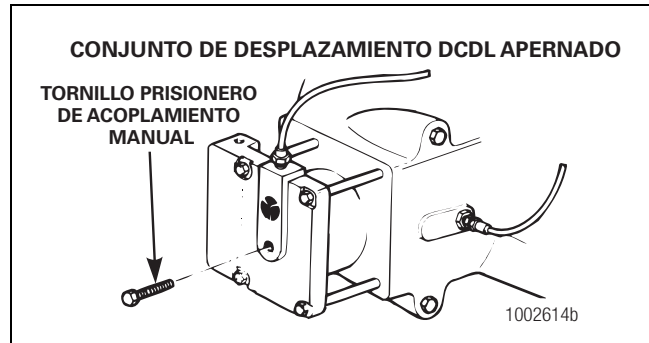

Figura 11.7
- C. Instale el tornillo prisionero de acoplamiento manual en el orificio roscado que se encuentra en el centro del cilindro. Figura 11.7.